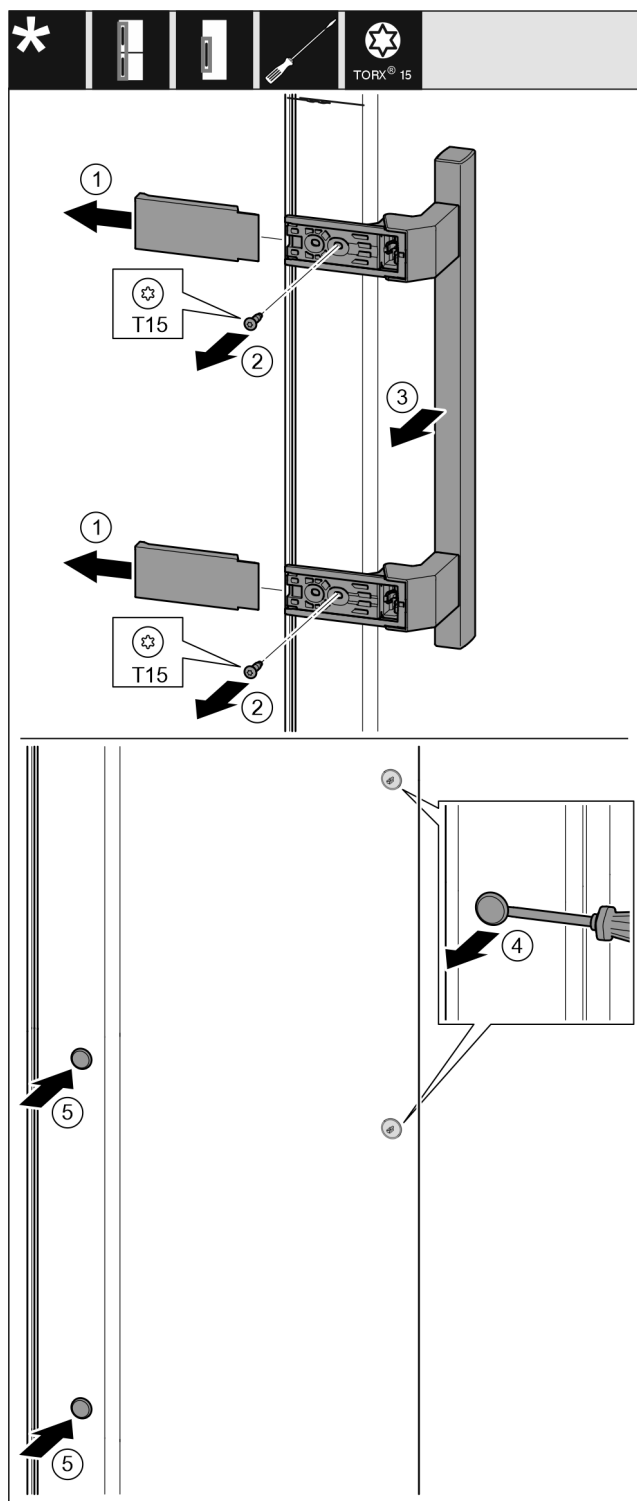

Fig. 15
- ▶ Trek de afdekking eraf. Fig. 15 (1)
- ▶ Draai de schroeven los met een Torx 15-schroevendraaier. Fig. 15 (2)
- ▶ Verwijder de handgreep. Fig. 15 (3)
- ▶ Til de zijplug voorzichtig op met een platte schroevendraaier en trek hem eruit. Fig. 15 (4)
- ▶ Plaats de stekker terug aan de andere kant. Fig. 15 (5)